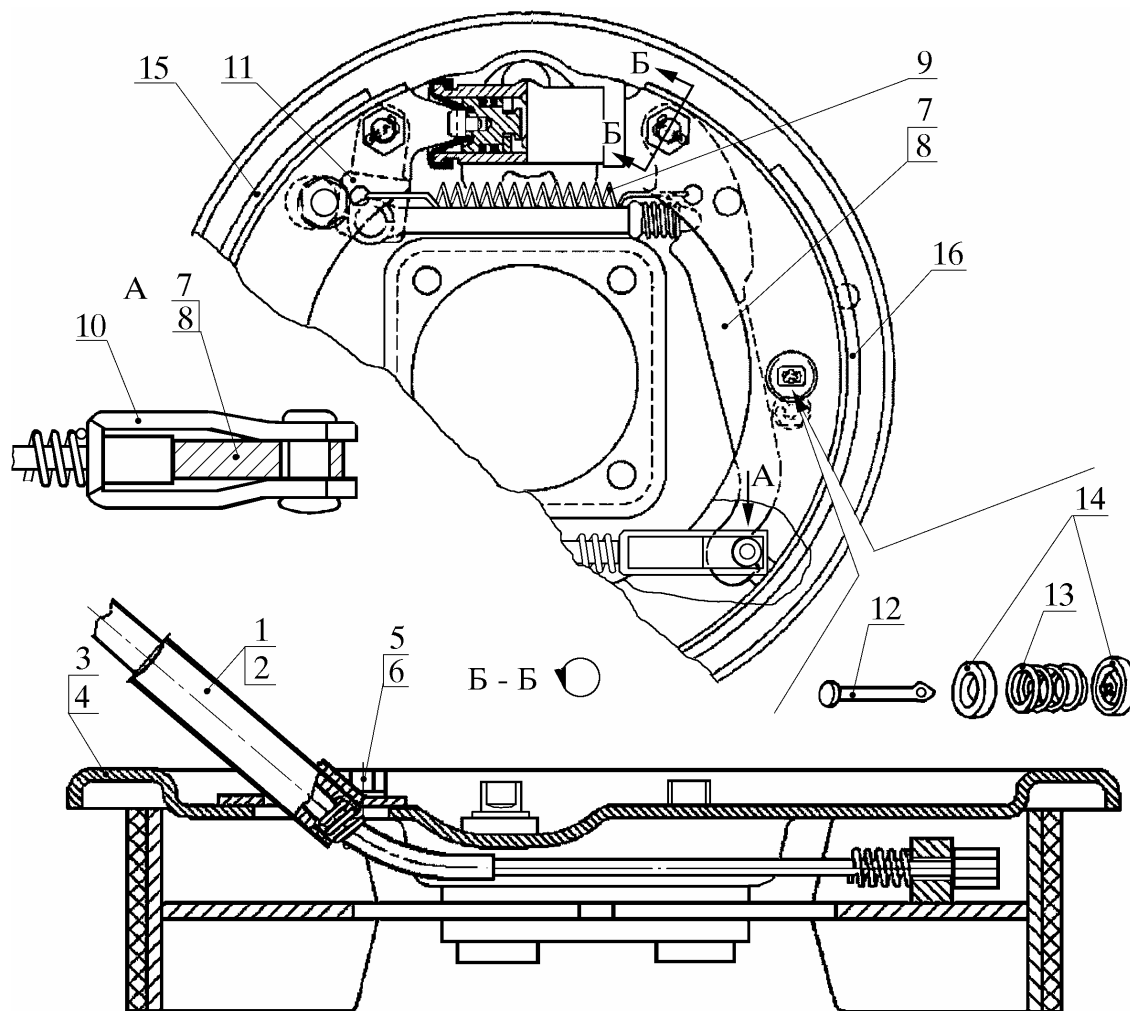

Рис. 7. Снятие троса привода стояночного тормоза:
4.6.1.1. Снять стяжную пружину 9 (рис. 7) колодок.